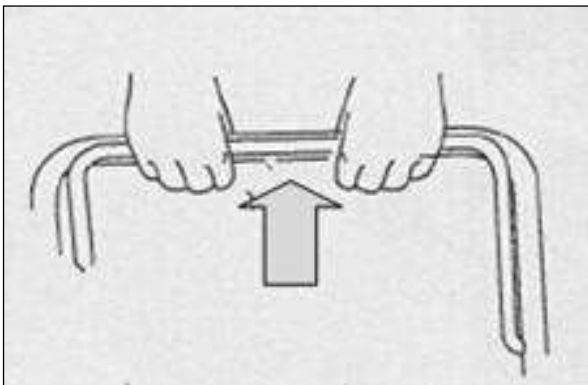

Fig 2A
a) a) De pie detrás de la unidad, agarre la manija de control del freno y sosténgala contra la manija superior.(Fig 2A)